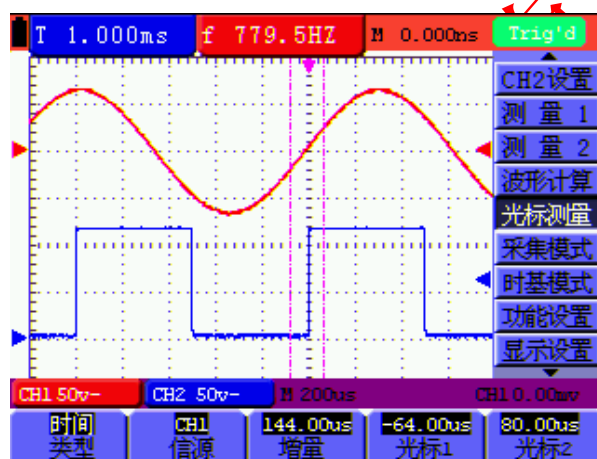

图 54: 光标时间测量
- 这时，调整 **OPTION ▲**或 **OPTION ▼**，可看到虚线 **T1** 左右移动，同时屏幕会显示出 **T1**相对于 **屏幕中点位置** 的时间值，调整 **OPTION ◀**或 **OPTION ▶**，可看到虚线 **T2** 左右移动，同时屏幕会显示出 **T2** 相对于 **屏幕中点位置** 的时间值。见图 54: